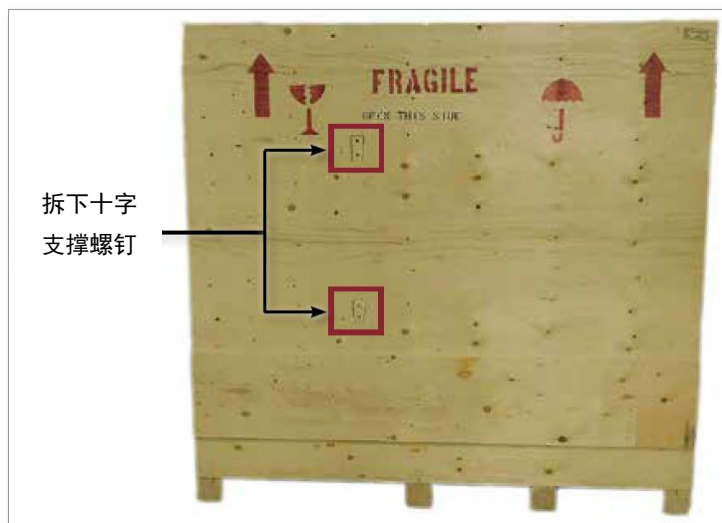

图 3-7 拆下十字支撑螺钉
4. 从标有“FRAGILE OPEN THIS SIDE(易碎打开此侧)”的木箱一侧，拆下十字支撑螺钉。见图 3-7。